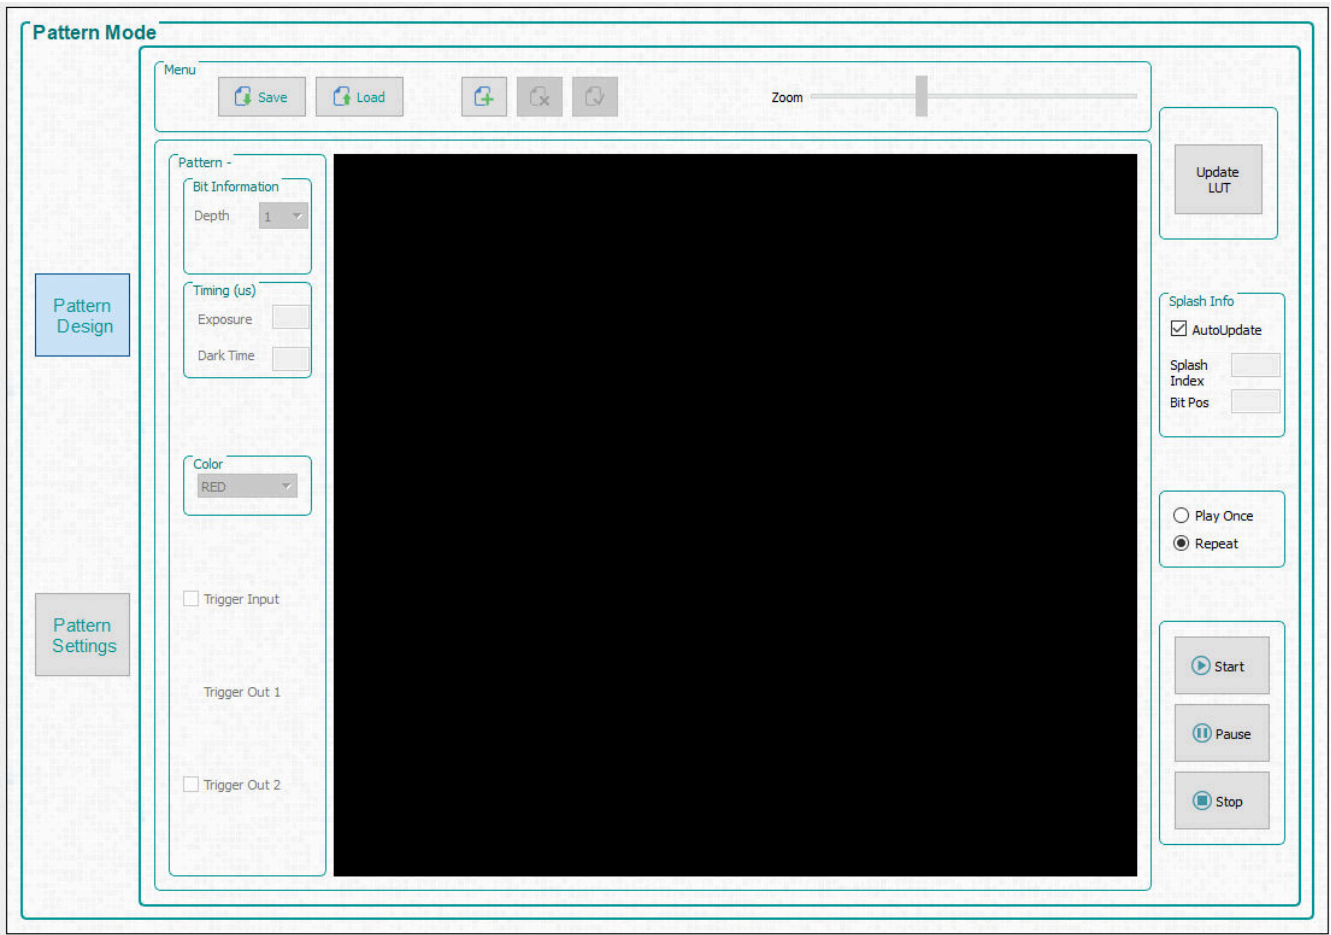

图 2-1. 图案模式面板
1. 从 **Operating Mode** 编组框中选择 **Pattern On-The-Fly Mode**，然后点击 **Pattern Design** 按钮，这时会如图 2-1 所示显示面板。